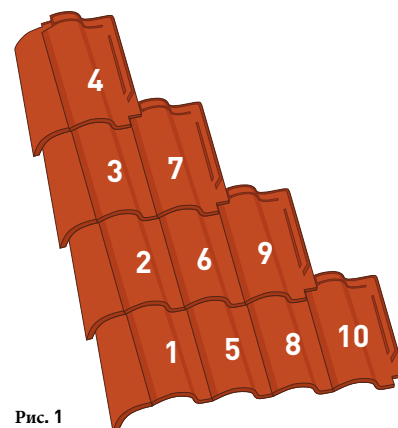

Рис. 1
3. См. на Рис. 1, для понимания последовательности установки первого и последующих рядов черепицы от карниза к коньку.